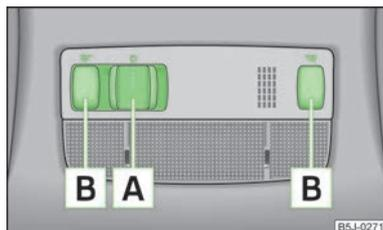

Fig. 26
- Pulsar el interruptor **A** » fig. 26 hacia el centro de la lámpara; se visualizará el símbolo ☞ .
- Pulsar el interruptor **A** » fig. 26 hacia el borde de la lámpara; se visualizará el símbolo ☞ .
- Pulsar el conmutador **A** » fig. 26 a la posición central **O**.
- Pulsar el conmutador **B** » fig. 26 para conectar y desconectar la lamparita de lectura izquierda o derecha.